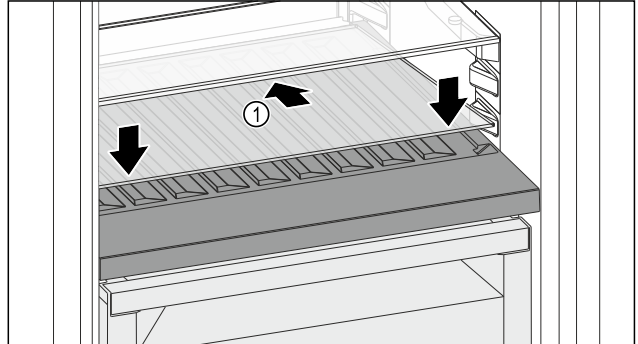

Fig. 172
- Placer la plaque de verre Fig. 172 (1) en biais et inclinée vers le bas.
- Abaisser l'avant de la plaque de verre Fig. 172 (1).